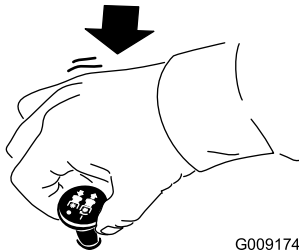

Bild 19
1. Stellen Sie den Zapfwellenantriebsschalter in die AUS-Stellung, um die Messer auszukuppeln (Bild 19).